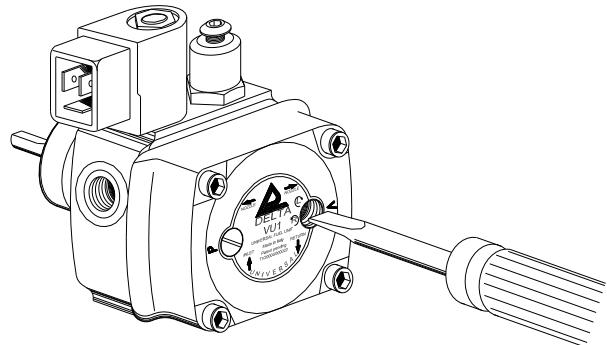

Fig. 3
- Den Drehrichtungswähler um 90° bis zum Anschlag drehen, um die Drehrichtung zu ändern (Fig. 3)